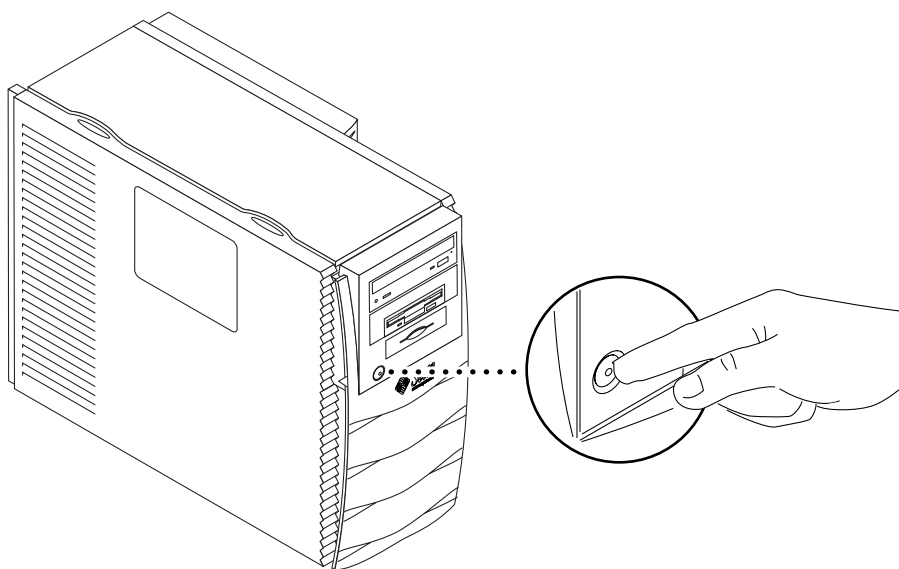

FIGURA 6 Apagado del sistema
- a. **Presione y suelte inmediatamente el interruptor de encendido del panel frontal (consulte la FIGURA 6) para apagar automáticamente todos los programas, el sistema operativo y la estación de trabajo.**
- a. **Presione el interruptor de encendido del panel frontal** (consulte la FIGURA 6) **para apagar la estación de trabajo.**
- a. **Mantenga presionado el interruptor de encendido del panel frontal durante cuatro segundos** (consulte la FIGURA 6) **para apagar la estación de trabajo.**